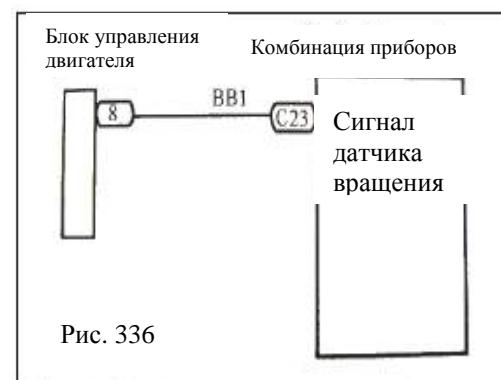

Рис. 336
- Проверьте входящий сигнал скорости вращения на панели инструментов(рис. 336)